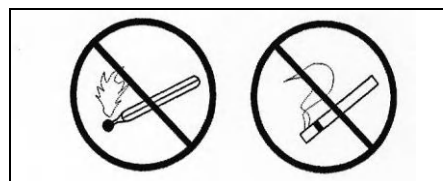

图 1-22
- 检查黑暗的地方，不可使用明火（火柴、打火机等）。(图 1-22)